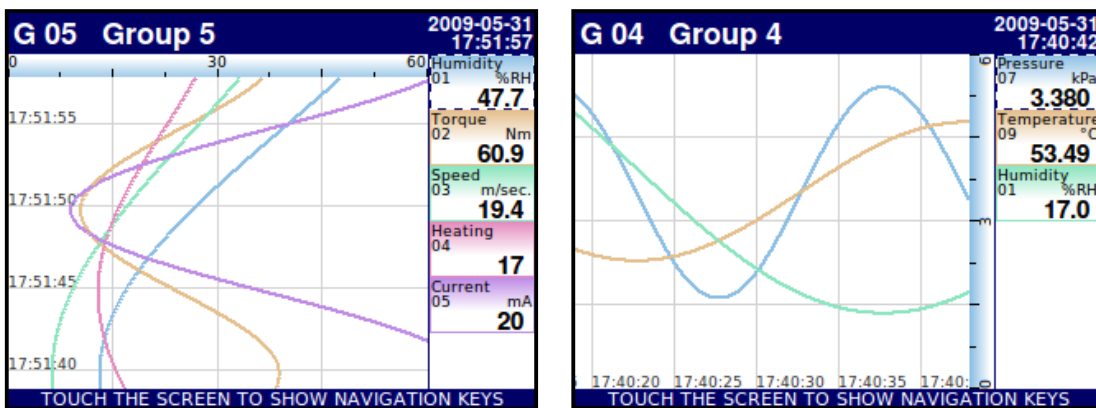

Abb. 6.8 Beispiele für horizontale und vertikale Kennlinien
- als horizontale Kennlinien, Abb. 6.8
- als vertikale Kennlinien, Abb. 6.8